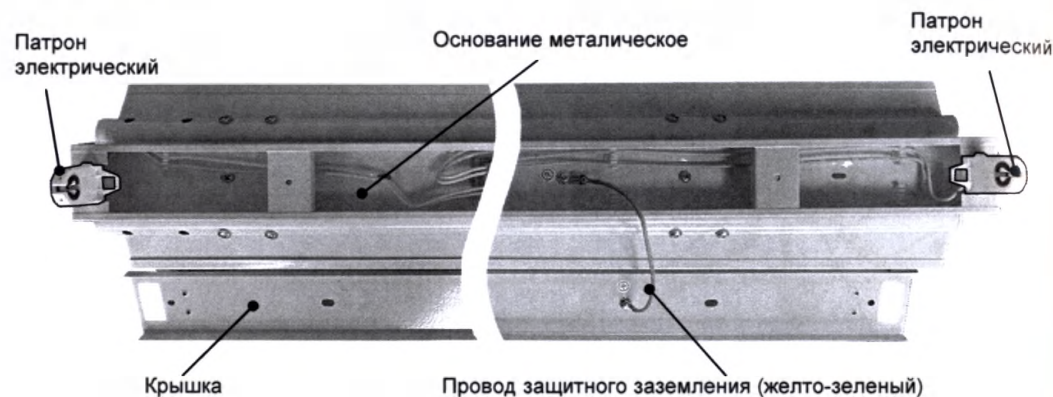

Рис. 4 Установка патронов электрических
Внимание!!! Крышка и металлическое основание соединены проводом защитного заземления (желто-зеленый) (рис.4).
- Установить патроны электрические на основание металлическое (рис.4), зафиксировав их при помощи замков, расположенных на корпусе патронов.